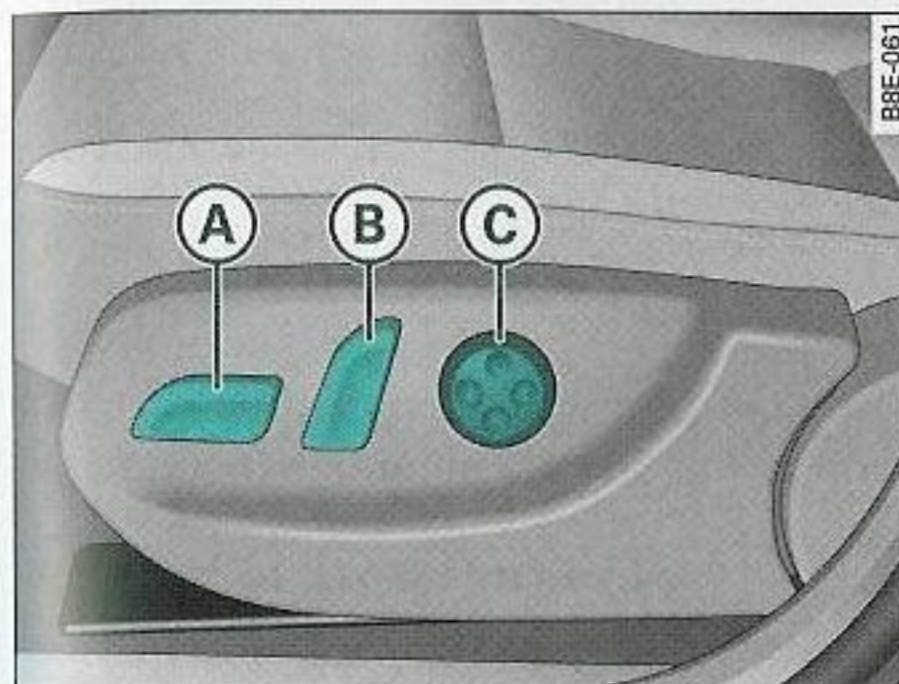
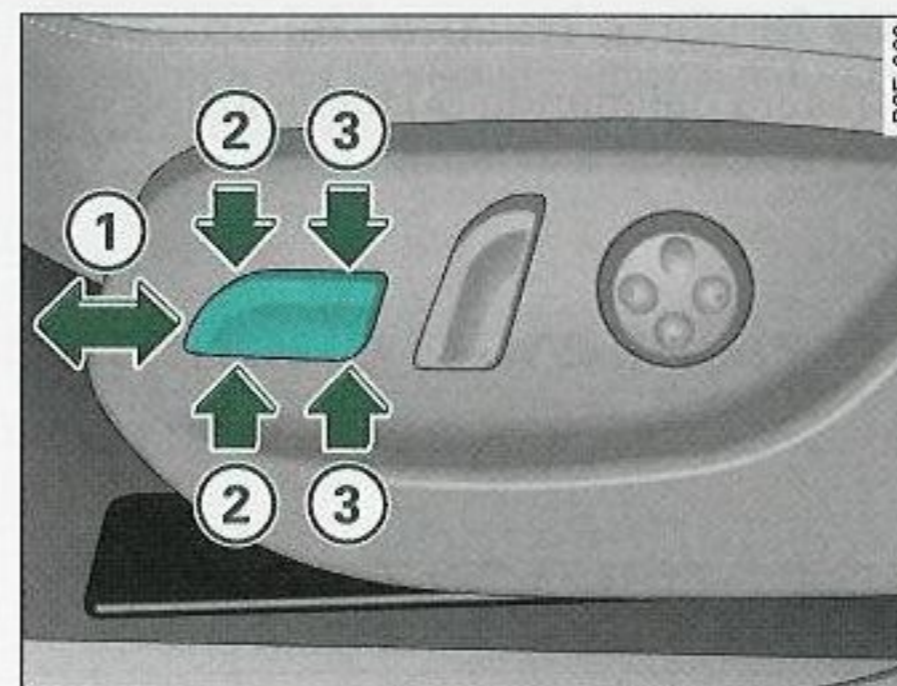

Fig. 84 Asiento delantero: Mandos para el ajuste
Fig. 85 Asiento delantero: Mandos para el ajuste de los asientos
- Desplace el mando (A) ⇒ fig. 84 hacia adelante o hacia atrás (1) ⇒ fig. 85 ⇒ ⚠.